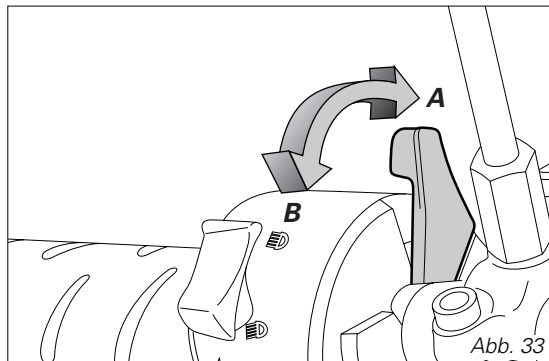

Abb. 33
- 2) Den Starterhebel in die Position (B) (Abb. 33) bringen.